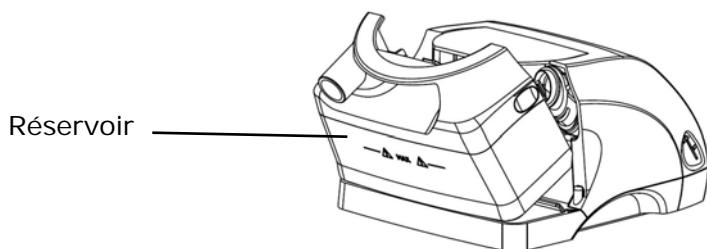

Figure 9 – Basculement du réservoir
2. Basculez le réservoir vers l'arrière comme montré sur la Figure 9. Retirez le réservoir de la machine.